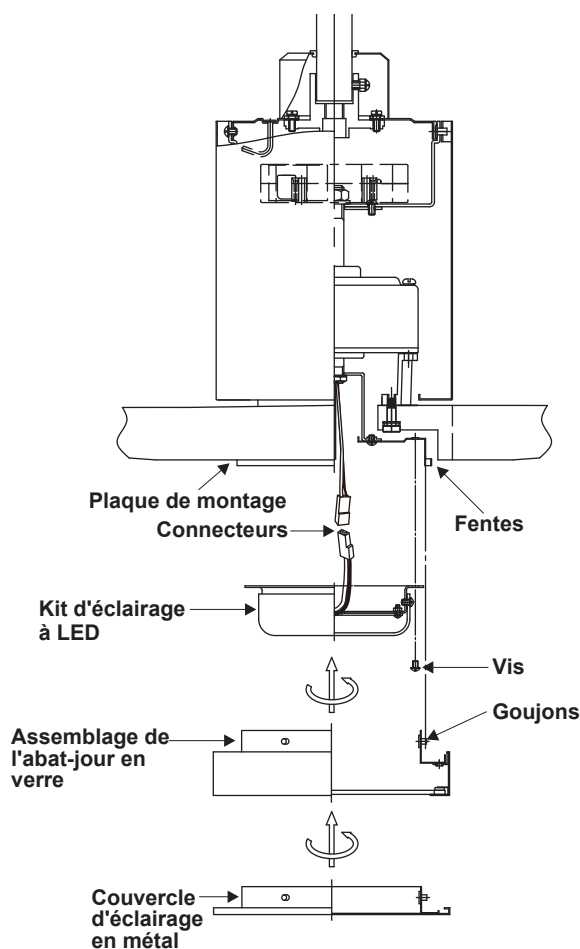

Figure 15
2. Soulevez et maintenez le kit d'éclairage à LED près de la plaque de montage et procédez au raccordement des fils. Effectuez les connexions des fils à 2 broches : (Fig. 15)
3. Placez les trous de serrure du kit d'éclairage sur les 2 vis précédemment desserrées de la plaque de montage, tournez le kit d'éclairage jusqu'à ce qu'il se verrouille en place sur la section étroite des trous de serrure. Fixez en serrant les 2 vis précédemment desserrées et celle qui a été précédemment retirée. (Fig. 15)